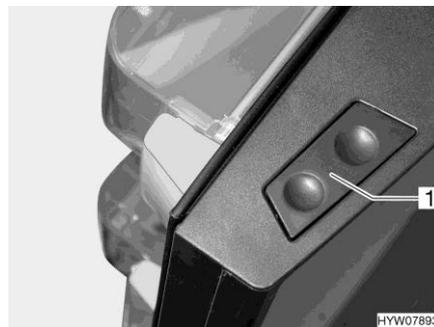

Fig. 187 Botón de desbloqueo (puerta del frigorífico, Dometic de la serie 8)
- Abrir:** ■ Pulsar el botón de desbloqueo (Fig. 187,1) y abrir la puerta del frigorífico.